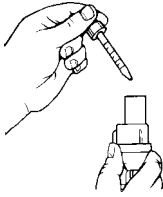

FIGURE 2 - AJOUT DE MÉDICAMENTS LIQUIDES AU NÉBULISEUR
6. Ajouter les médicaments liquides au nébuliseur selon l'ordonnance de votre médecin (**FIGURE 2**).